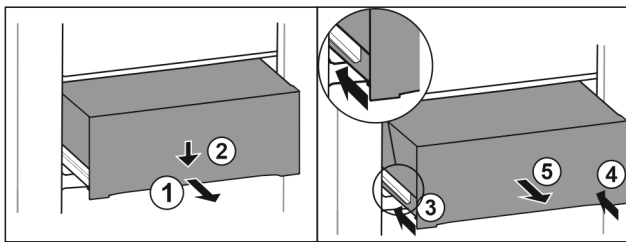

Fig. 163
- ▶ Extraiga el cajón hasta la mitad. Fig. 163 (1)
- ▶ Presionar hacia abajo el cajón de la parte delantera. Fig. 163 (2)
- ▶ Introducir el carril izquierdo unos 2 cm. Fig. 163 (3)
- ▶ Introducir el carril derecho unos 2 cm. Fig. 163 (4)
- ▶ Extraiga el cajón hacia delante. Fig. 163 (5)